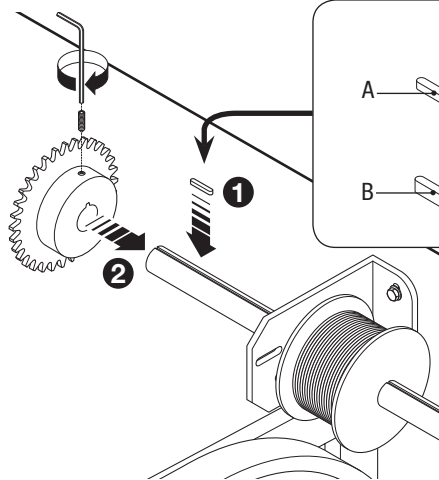

Рис. 1
1) Вставьте в паз вала ворот шпонку А или В (см. рис. 1) и установите зубчатое колесо Z40 в соответствии с расположением шпонки. Закрепите колесо на валу посредством фиксирующего винта.